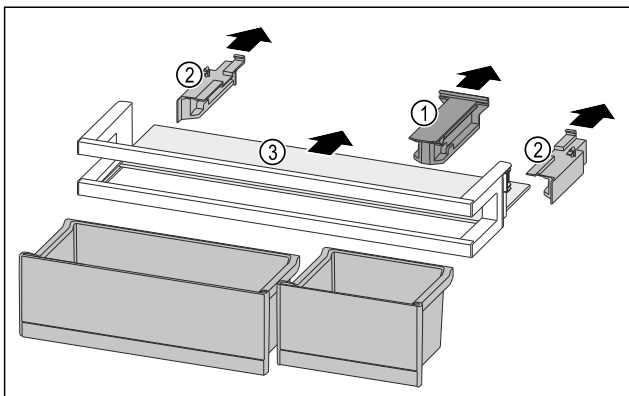

Fig. 132
- Retirer la pièce de retenue Fig. 132 (1).
- Retirer les parties latérales Fig. 132 (2).
- Retirer la tablette de rangement Fig. 132 (3).